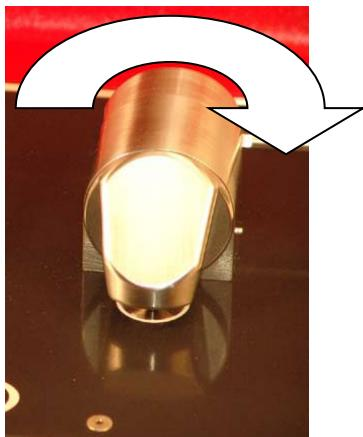

図4：アクセサリ・ウィンドウが下を向いた状態の TumblIR
サンプル分析モードでは、TumblIRは、アクセサリ光学ウィンドウが下の4500t FTIRサンプル・マウント領域を向くように回転します。この位置では、赤外 (IR) エネルギーがサンプルを通過し、測定が可能になります。TumblIRアームが戻り止めに達し、定位置にはまるまで、TumblIRアームを完全に回してください。この戻り止めによってサンプル測定中にアクセサリが固定されます（図4を参照）。
- 4 アームを定位置に納まるまで時計回りに回して、デバイスを閉じます(図4を参照)。
サンプル分析モードでは、TumblIRは、アクセサリ光学ウィンドウが下の4500t FTIRサンプル・マウント領域を向くように回転します。この位置では、赤外（IR）エネルギーがサンプルを通過し、測定が可能になります。TumblIRアームが戻り止めに達し、定位置にはまるまで、TumblIRアームを完全に回してください。この戻り止めによってサンプル測定中にアクセサリが固定されます（図4を参照）。
- 4 アームを定位位置に納まるまで時計回りに回して、デバイスを閉じます (図4を参照)。